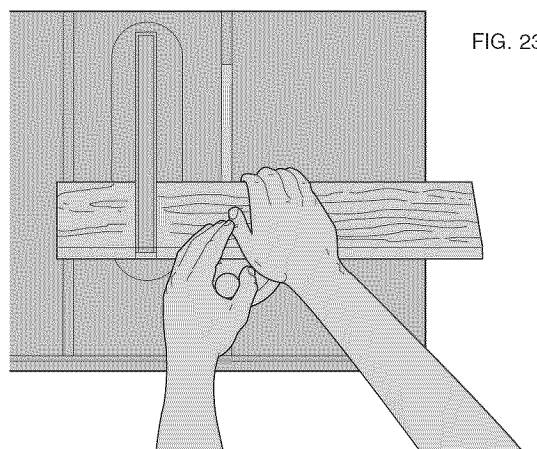

FIG. 23
5. Tout en se servant des deux mains pour maintenir la pièce contre le devant du guide d'onglet et à plat contre la table, pousser lentement la pièce à travers la lame (fig. 23).
Ce genre de coupe se fait comme une coupe transversale sauf qu'on règle le guide d'onglet à un angle autre que 0°. Maintenir la pièce FERMEMENT contre le guide d'onglet et alimenter la pièce lentement à travers la lame pour l'empêcher de bouger (fig. 23).